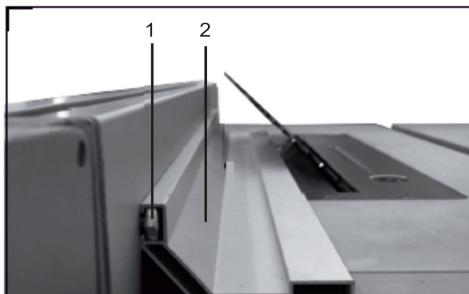

Рис. 19
Планка параллельного упора (2) устанавливается на винты 1 (Рис. 19).